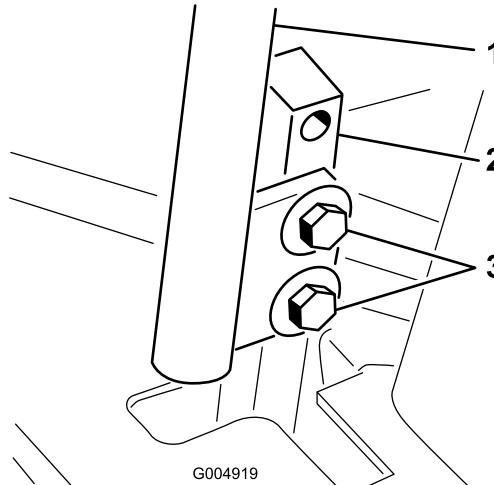

図 54
3. コントロールレバーを固定しているボルトをゆるめる図 54。